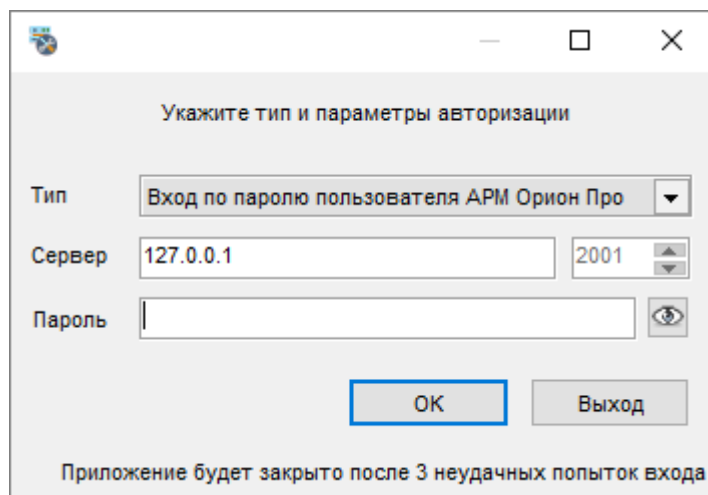

Рисунок 4-4 Диалоговое окно авторизации
- при наличии связи с ЦСО отобразится окно авторизации в программном модуле «Управление сервером» (см. Рисунок 4-4). Осуществите авторизацию выбранным способом (см. п. 4.2) для работы с программным модулем «Управление сервером».
В окне авторизации (см. Рисунок 4-4) возможна авторизация двух типов.